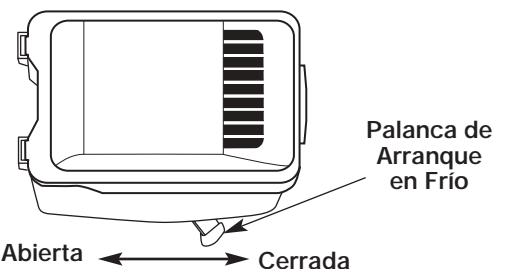

Fig. 13
**NOTA:** No hay necesidad de encender la unidad. El Control de Parada Encendido/Apagado (On/Off) está en la posición Encendido (ON) (I), en todo momento.
**SI FRIO...** Para condiciones de clima frío (inferior a 4°C/ 40°F), ponga la Palanca de Arranque en Frío (Fig. 13) en la posición de cerrada/encienda y proceda al paso 4. NO mueva esta palanca hacia abajo si la temperatura sobrepasa 4°C (40°F).